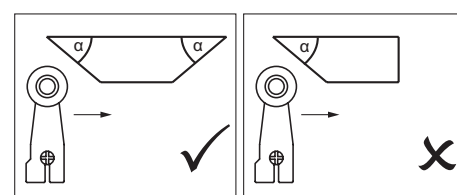

Fig. 1 : Forme de came
- ▶ Pour éviter le rebondissement de l'élément d'actionnement, le profil de la came en sortie doit être progressif (voir Fig. 1).